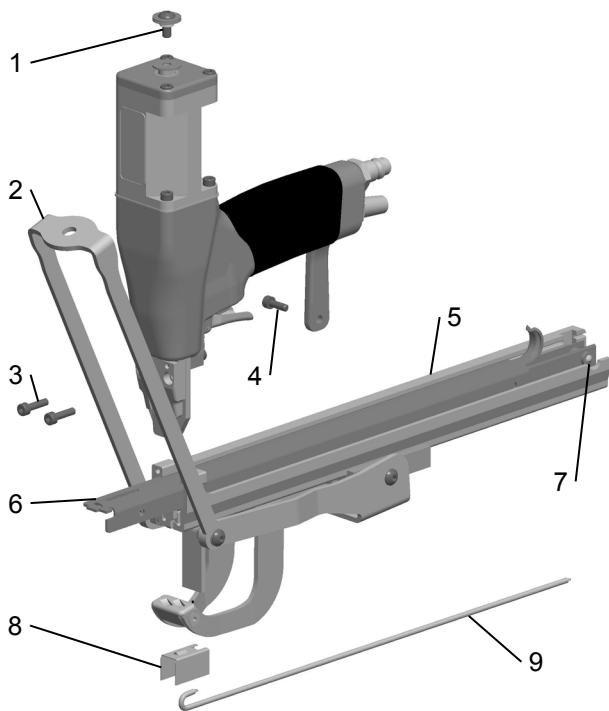

Fig. 6
- Dévisser la vis (Fig. 6/1) et tourner le tirant (6/2) sous le chargeur.